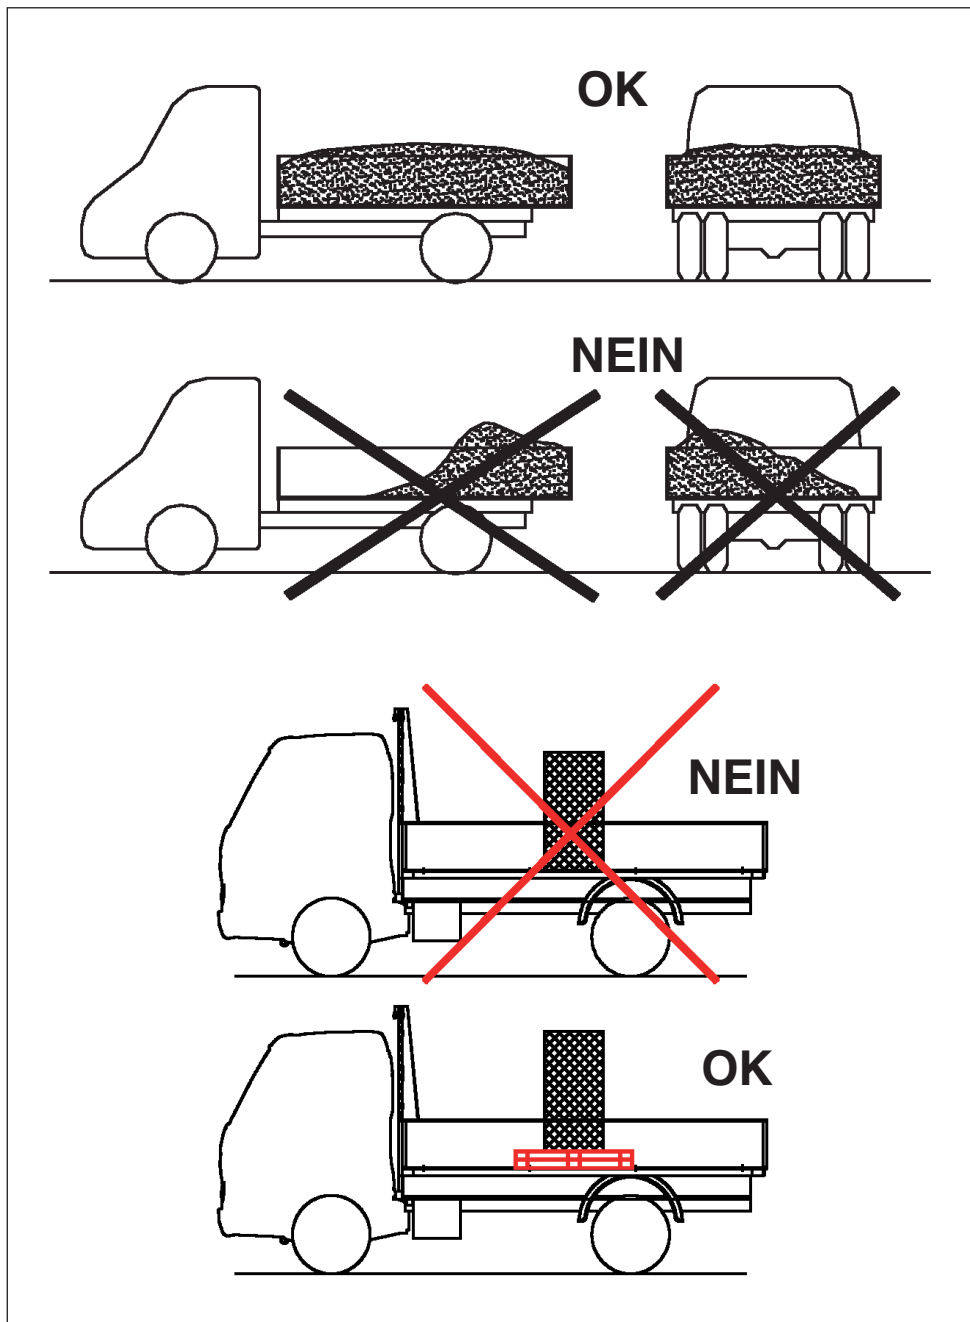

Abb. 1 - Lastverteilung
- Kontrollieren, ob die Last gleichmäßig verteilt ist und die Bordwände so geschlossen sind, dass die Ladung, oder ein Teil davon, auf die Straße fallen kann. Diesbezüglich wird auf die Schemen unter Abb. 1 verwiesen.